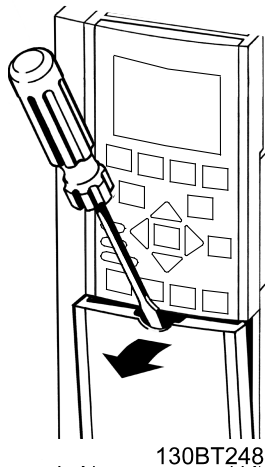
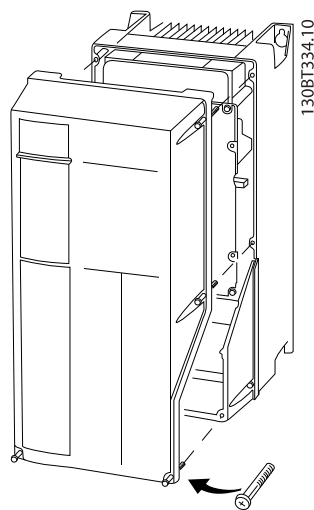

Bild 4.4 Åtkomst till kablar för IP20- och IP21-kapslingar
Bild 4.5 Åtkomst till kablar för IP55- och IP66-kapslingar
1. Ta bort skyddet med en skruvmejsel (se *Bild 4.4*) eller genom att lossa fästskruvorna (se *Bild 4.5*).